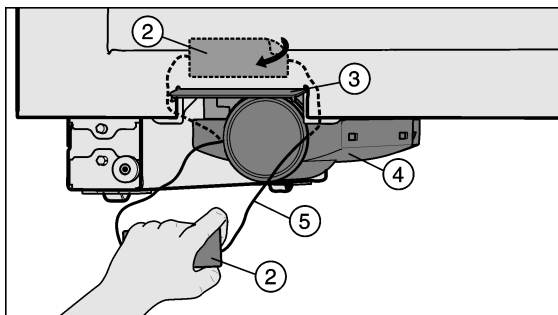

Fig. 60
- Décoller l'autocollant Fig. 60 (2) de l'appareil.
- Ouvrir le clapet de remplacement du filtre Fig. 60 (3).
- Sortir le tiroir Fig. 60 (4) en tirant le fil Fig. 60 (5) avec précaution.
- Couper le fil Fig. 60 (5) et l'autocollant Fig. 60 (2) et les retirer. Vous n'en aurez plus besoin et pouvez donc les éliminer.
- Fermer le clapet de remplacement du filtre Fig. 60 (3).